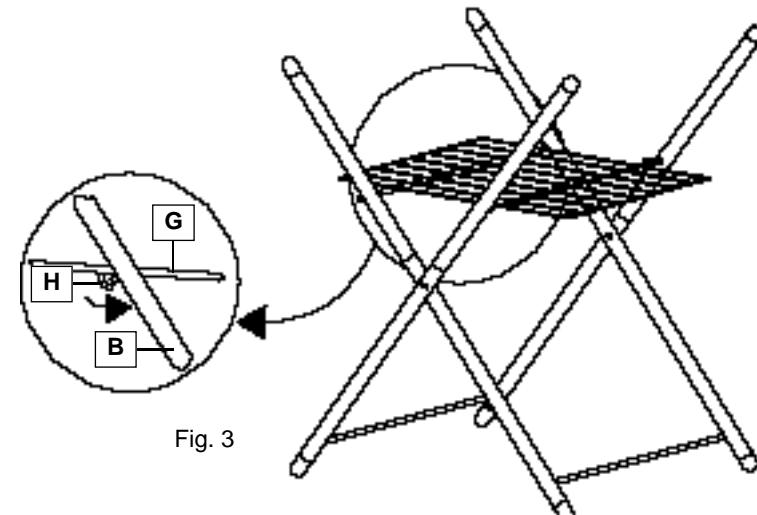

Fig. 3
- De standaard moet in de juiste positie geblokkeerd worden door de haken H van de grillplaat G vast te zetten tegen het verbindende dwarsstukje van de buitenste arm B (zie fig. 3).